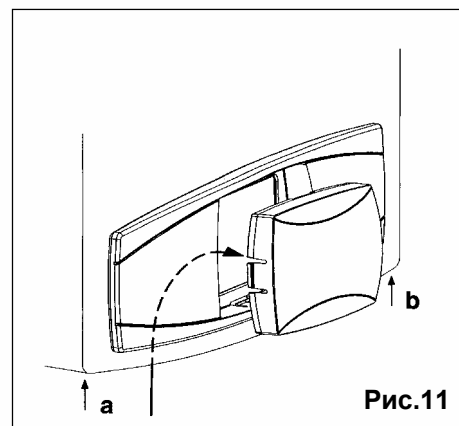

Рис.11
1. Отвинтить два винта (**a** - **b** рис.11), которые фиксируют корпус котла;
2. Приподнять слегка корпус и рукой выдавить наружу крышку передней панели (рис.11);
6. Закрыть корпус котла, завинтить два винта, которые его фиксируют (рис.11).
1. отвинтить два винта (а - б рис.11), которые фиксируют корпус котла;